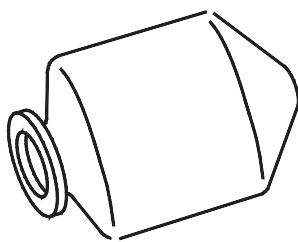

Figure 19 – Expulsion de tout l'air présent dans la vessie
- a. Placer la vessie sur une surface propre en plaçant l'ouverture à une extrémité et l'aplatir de manière à la vider d'air. Aplatir les extrémités (voir Figure 19).